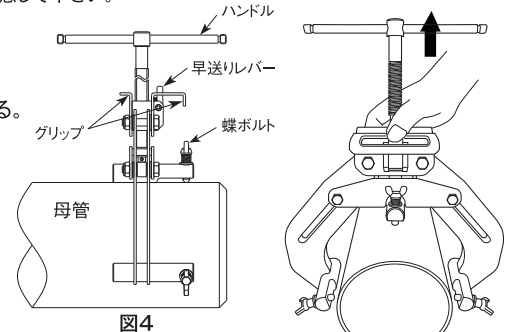

図4
- ③ 爪を開放状態にしたまま母管の適当な位置に乗せ、ハンドルを締め込み母管にパイプ溶接用外面クランプを固定する。(図4)